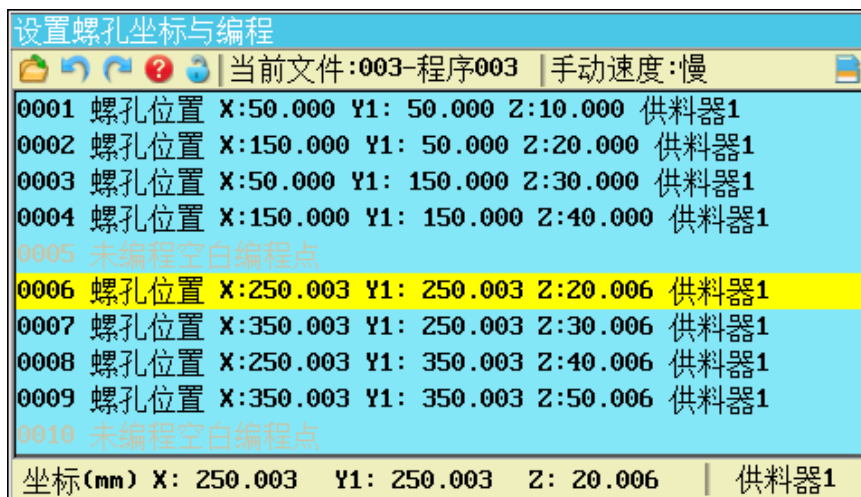
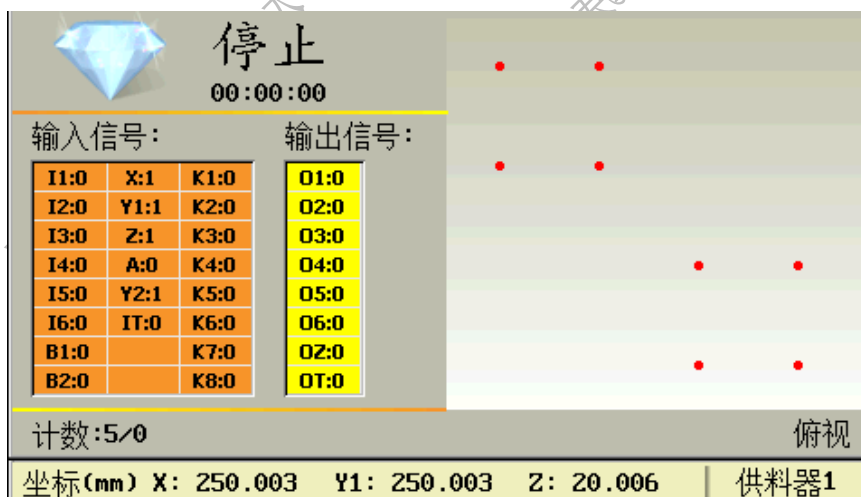

图 0.13 案例对应的程序截图
图 0.14 案例对应的真实运动预览轨迹俯视图
- (1) **复制**：与手持编程器上的“工件复制”快捷操作键的功能一样。在“编程区”，“始地址”到“末地址”区间共有 n 个待复制编程点，执行工件复制功能后，“复制到地址”的地址对应的编程点坐标值设置为“电批头”当前所在位置的实时坐标值，其余的第 2 到第 n 个待复制编程点对应的 X、Y (指 Y1 或 Y2)、Z 坐标值各自偏移一个偏移量 (“始地址”到“末地址”区间的第 1 个螺丝孔位编程点的 X、Y、Z 坐标值分别与“电批头”当前所在位置对应的 X、Y、Z 坐标值的差的绝对值，即为偏移量) 后，依序复制到“复制到地址”对应编程点地址的下一行编程点地址中。复制完成后，各螺丝孔位间的相对位置不变。【“复制”案例：“编程区” 0001~0004 地址 (即“待复制编程点”的地址区间) 的螺丝孔位点复制到 0006 地址 (即“复制到地址”) 后的程序截图，如图 0.13 所示，其真实的“运动预览轨迹俯视图”如图 0.14 所示，对应的“复制原理”示意图如错误！未找到引用源。所示 (红色点为“始地址”到“末地址”区间选中的待复制螺丝孔位点，蓝色点为复制完成后的螺丝孔位点)】